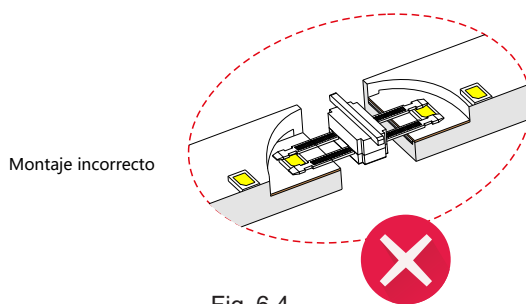

Fig. 6.4
- Fig. 6.4 — No inserte 2 pines en la parte posterior de la PCB y los otros dos en la superficie, lo que provocaría un cortocircuito y quemaría todo el rollo de la tira, pudiendo provocar un incendio.